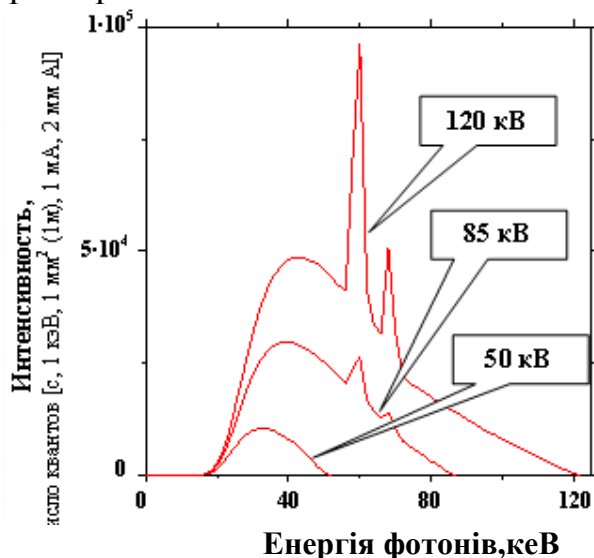

Рис. 2.7. Спектри випромінювання рентгенівської трубки з вольфрамовим W анодом при різних прискорювальних напругах [2].
Спектр випромінювання рентгенівської трубки залежить як від прискорювальної анодної напруги, так і від струму, що проходить через трубку. На рис. 2.7 наведені розрахункові спектри від рентгенівської трубки з анодом з вольфраму (W) при різних прискорювальних напругах. Із представленою малюнка видно, що зі збільшенням прискорювальної напруги зростає інтенсивність спектра й енергія рентгенівських квантів. Максимум спектра формується в область високих енергій. При напругах на трубці, перевищуючій поріг формування характеристичних ліній W (67, 65 кеВ), на спектрі з'являються піки характеристичних ліній.